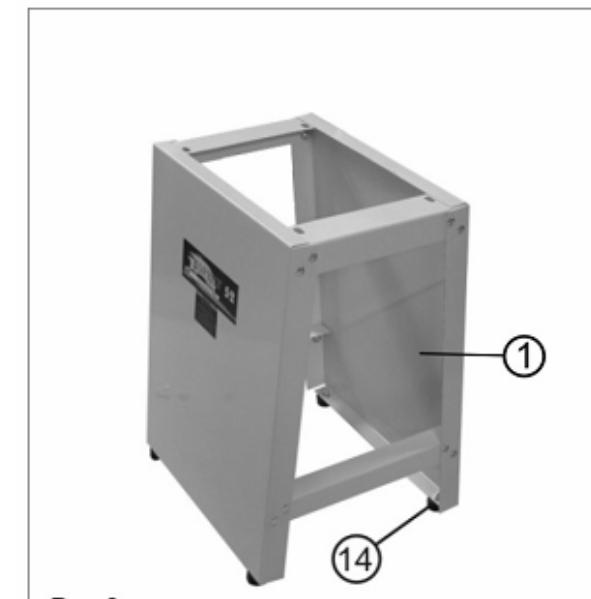

Рис.3
8.1.3. Установите четыре резиновые подушки (14) на основание (1), Рис.3.